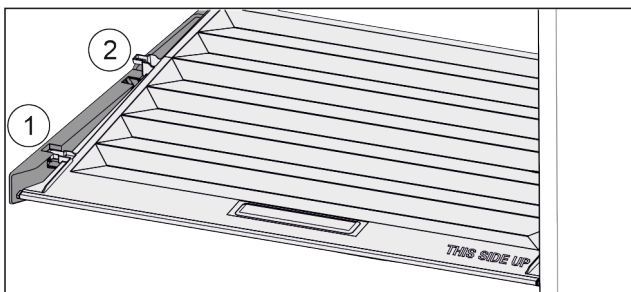

Fig. 34
- ▶ Trageți capacul în față Fig. 34 (1) până la orificiul din piesele suportului.
- ▶ Ridicați în spate de jos și scoateți Fig. 34 (2) în sus.